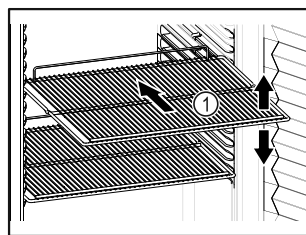

Fig. 74 Immagine a titolo di esempio
- Se è possibile spostare i ripiani Fig. 74 (1), regolarli in altezza.